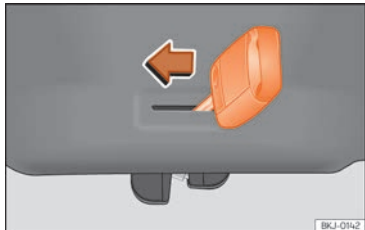

Abb. 101 Detail Gepäckraum: Notentriegelung.
- Führen Sie den Schlüsselbart in den Schlitz ein und drehen Sie den Schlüssel in Pfeilrichtung, bis sich das Schloss öffnet »» **Abb. 101**.